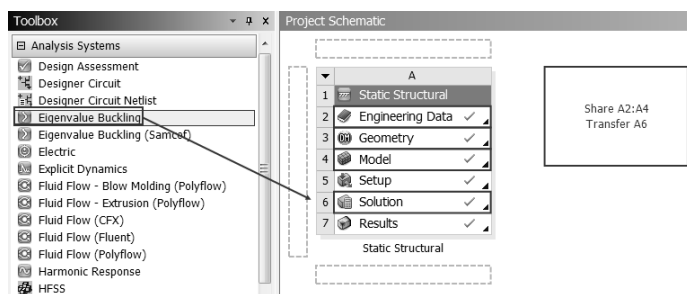

图 14-72 创建特征值屈曲分析
Step1: 如图 14-72 所示, 将 Toolbox (工具箱) 中的 Eigenvalue Buckling (特征值屈曲分析) 选项直接拖曳到项目 A (静力分析) 的 A6 Solution 中。